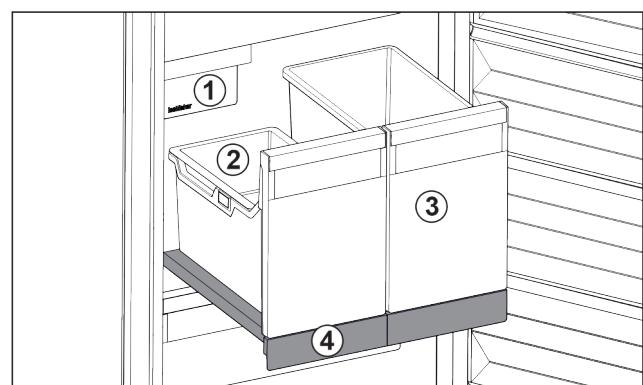

Fig. 95 Auszugsbord mit IceTower
- (1) IceMaker
- (2) Einhängeschale für Eiszürfel
- (3) Behälter für z. B. Pizza, alkoholische Getränke
- (4) Auszugsbord
Auf dem Auszugsbord sind zwei hohe Behälter (IceTower). Im Behälter Fig. 95 (2) werden Eiszürfel aus dem IceMaker gesammelt und gelagert. Behälter Fig. 95 (3) eignet sich für die Lagerung von hohen Lebensmitteln wie Pizzen oder alkoholischen Getränken.